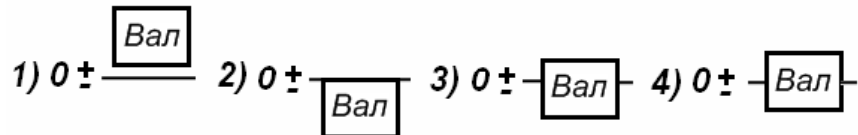

Рис. 1.5. Ескізи до запитання 38.
38. На креслену вала розмір наведено так: $\varnothing 24 \pm 0,02$. Яка із схем (рис. 1.5) відповідає вказаним граничним відхилам?